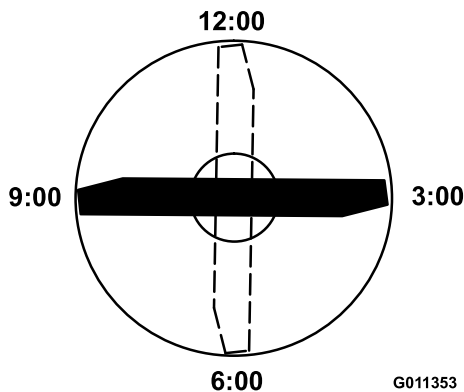

Bild 73
4. Positionieren Sie die Schnittkante der markierten Messerseite in die 12-Uhr-Stellung (geradeaus in Mährichtung) (Bild 73) und messen die Höhe vom Tisch bis zur Schnittkante.
5. Drehen Sie die markierte Seite des Messers auf die 3- und die 9-Uhr-Stellung (Bild 73) und messen die Höhe.